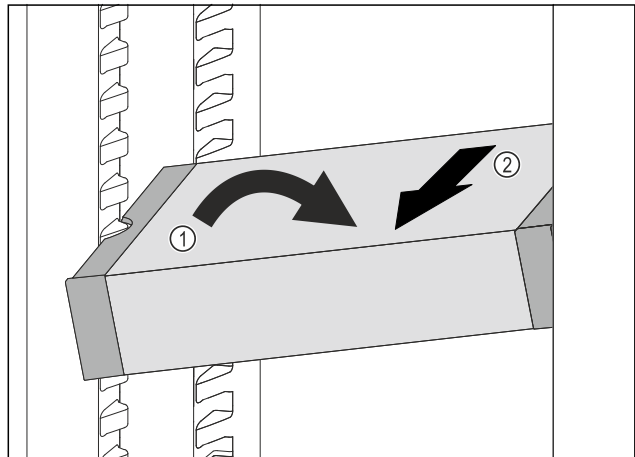

Fig. 79
- ▶ Расположите VarioSafe в холодильном отделении под наклоном. Fig. 79 (1)
- ▶ Извлеките VarioSafe движением вперед. Fig. 79 (2)